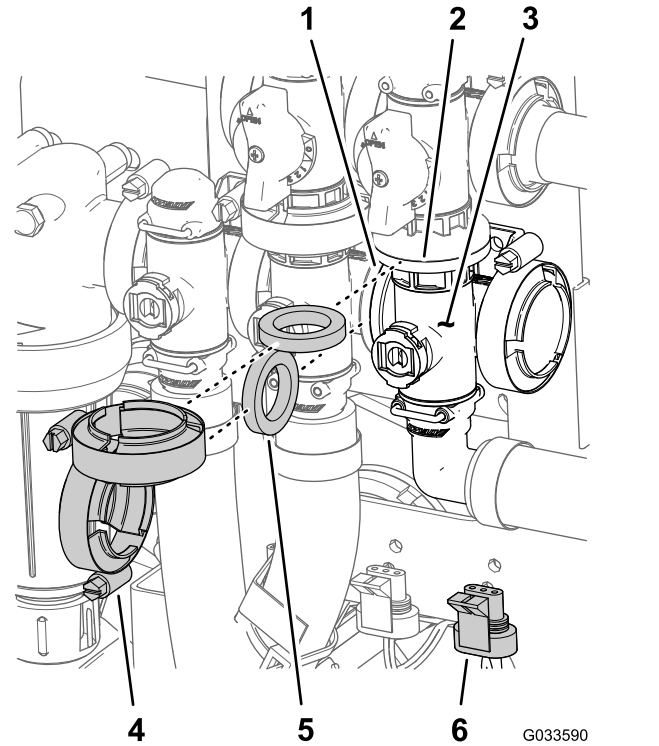

図 114
1. マスターブームバルブマニホールドのフランジ、ガスケット、マスターブームバイパスバルブのフランジを、整列させる 図 114。
2. マスターブームバルブ用マニホールド、ガスケット、マスターブームバイパスバルブを組み立ててフランジクランプを手締めする 図 114。
3. マスターブームバルブマニホールドのフランジ、ガスケット、攪拌バルブ用マニホールドを整列させる 図 114。
4. マスターブームバルブマニホールド、ガスケット、攪拌バルブマニホールドを組み立てて、フランジクランプを手締めする 図 114。
7. 攪拌バルブをバルブマウントに組み付ける; フランジヘッドボルトとフランジロックナット 図 114 はステップ 3 マスターブームマニホールドバルブの取り外し \(ページ 71\) で取り外したものを使用し、ボルトとナットを 10-12 N·m 1.0-1.2 kg/cm² = 90-110 in-lb にトルク締めする。